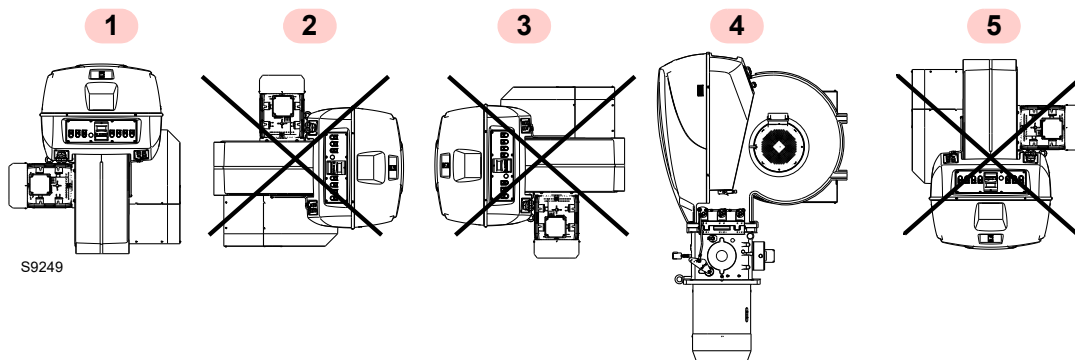

Fig. 11
- Le brûleur n'est prévu que pour fonctionner dans les positions 1 et 4 (Fig. 11).